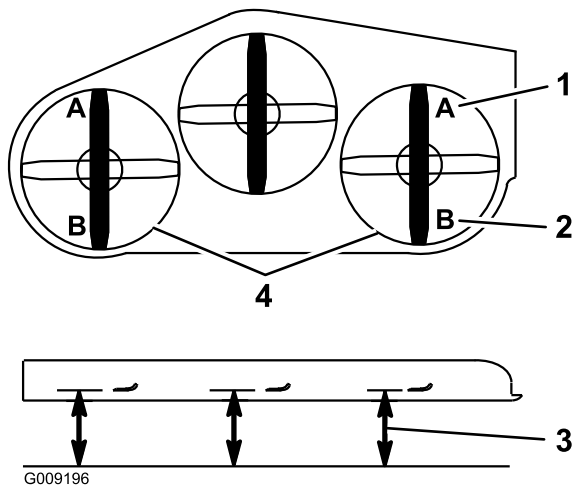

Figura 88
- 9. En ambos lados de la carcasa, mida desde la superficie nivelada hasta la punta delantera de la cuchilla (Posición A). La medida debe ser de 7,6 cm (3 pulg.) (Figura 88).
15. En ambos lados de la carcasa, mida desde la superficie nivelada hasta la punta trasera de la cuchilla (Posición B). La medida debe ser de 8,3 cm (3-1/4 pulg.) (Figura 88).